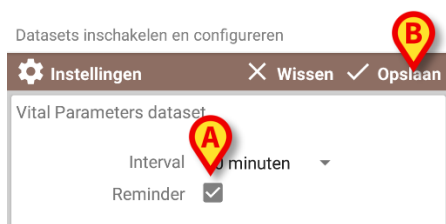

Fig 100
- Selecteer de checkbox “Reminder” om automatisch waarschuwing te ontvangen wanneer de datasets moeten worden opgenomen (Fig 100 **A**).
- op de optie **Opslaan** drukken om de aangebrachte wijzigingen op te slaan (Fig 100 **B**).